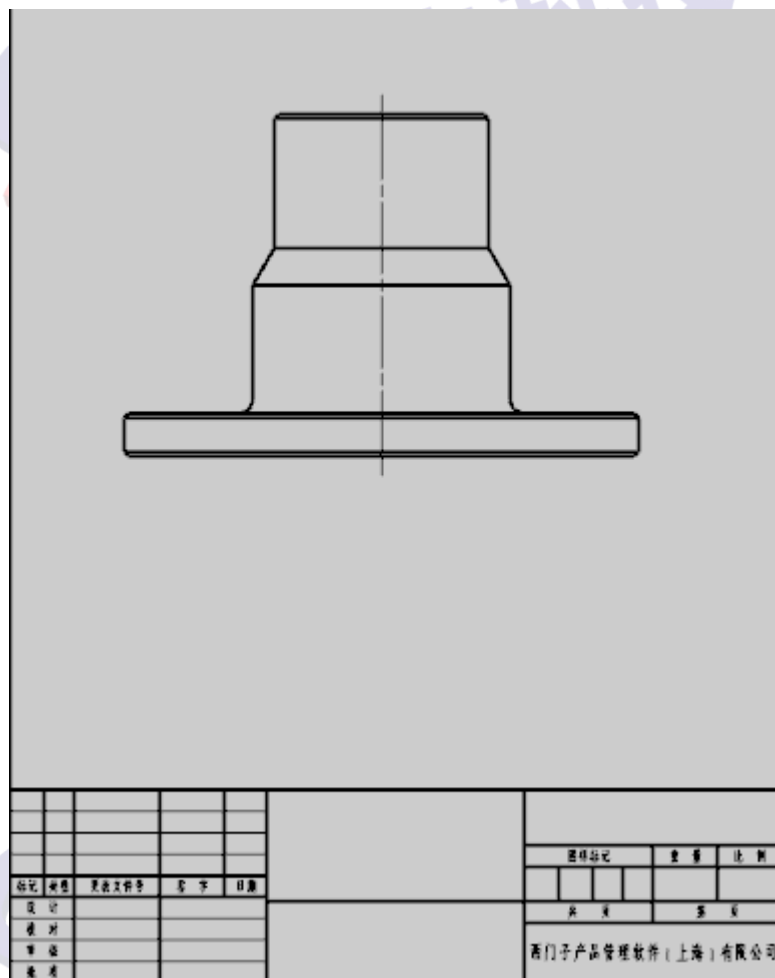

图 2
1、打开零件三维模型，选择【文件】-【新建】在弹出的新建对话框中选择【制图】选项卡，在模板列表中选择 A4 图纸模板，并在图纸上创建一个基本视图，结果如图 2 所示：